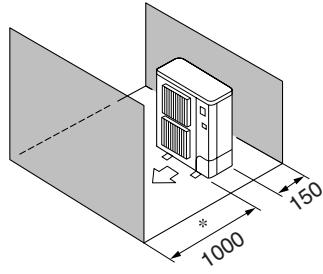

Fig. 2-6
⑤ Hindernisse nur auf der Vorder- und Rückseite (Fig. 2-6)